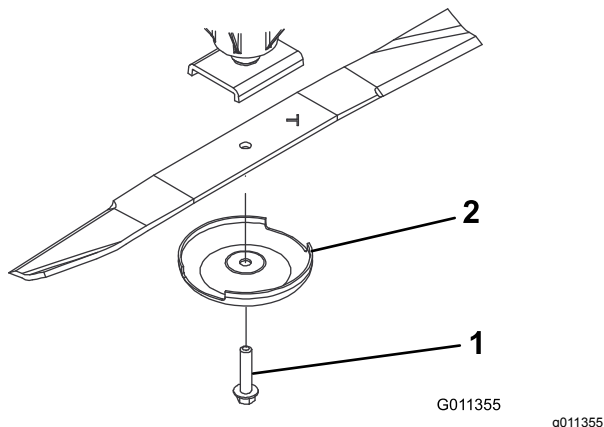

Figure 64
2. Tenez la lame par son extrémité avec un chiffon ou un gant épais. Enlevez le boulon, la coupelle de protection et la lame de l'axe de pivot (Figure 64).
3. Montez la lame, la partie relevée vers le plateau de coupe, et fixez-la avec la coupelle de protection et le boulon (Figure 64). Serrez le boulon de la lame à un couple de 115 à 149 N·m.
Si la lame est trop usée, une entaille se forme entre la partie relevée et la partie plane (Figure 64). La lame peut alors se briser et un morceau être projeté du dessous de la machine, vous blessant gravement ou une personne à proximité.